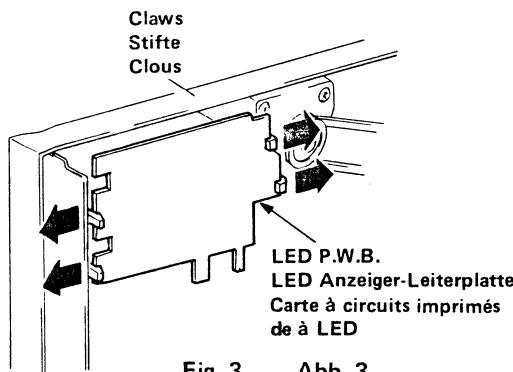

Fig. 3 Abb. 3
3. LED P.W.B. (Fig. 3)
3. LED Anzeiger-Leiterplatte (Abb. 3)
3. Carte à circuits imprimés de à LED (Fig. 3)